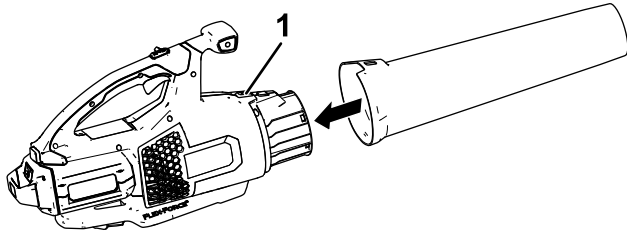

Figura 1
Fate scorrere il tubo del soffiatore sul relativo alloggiamento. Potrebbe essere necessario spingere il fermo del tubo perché il tubo del soffiatore si blocchi in posizione (Figura 1).
3. Afferrate l'impugnatura e spingete il pacco batteria nell'impugnatura fino a quando il fermo non si blocca in posizione (Figura 1).